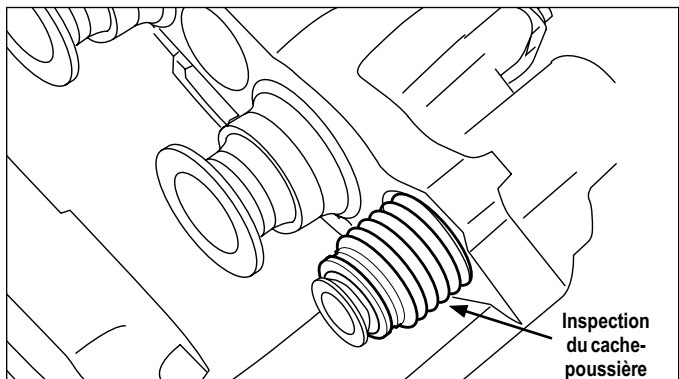
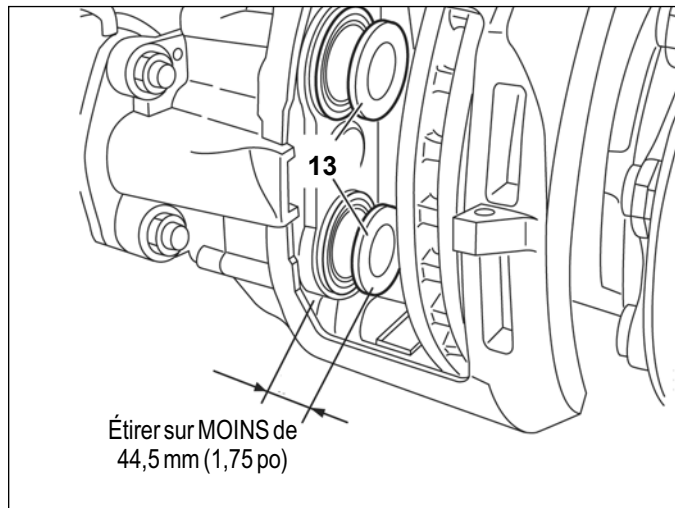

FIGURE 28 - INSPECTION DU CACHE-POUSSIÈRE DE LA TIGE DE GUIDAGE (CETTE ILLUSTRATION NE MONTRE PAS LE PLATEAU PORTEUR)
FIGURE 29 - EXTENSION PERMISE DU POUSSOIR
4.5.1 Cf. Figures 28 et 29. Avec la roue enlevée, déposer la barre de retenue de la garniture (11). Remplacer temporairement les garnitures par deux garnitures neuves (12). Fixer le support du comparateur à cadran magnétique au plateau porteur (2), côté roulement court de l'étrier (1). Utiliser le point de mesure de l'étrier (1) – consulter la référence de la Figure 29. Pousser l'étrier vers le plateau porteur (2) et régler le comparateur à cadran à zéro.
- 4.5.4 Cf. Figures 28 et 29. Alors que les garnitures sont enlevées, faire glisser manuellement le plateau porteur à sa position vers l'intérieur (Cf. Figure 28). Regarder à travers l'ouverture là où les garnitures sont installées (et également à partir d'en dessous) et inspecter le cache-poussière interne (9) de chaque tige de guidage. **RECHERCHER TOUT SIGNE DE DOMMAGES, COUPURES ET FISSURES.** Remplacer immédiatement les cache-poussière endommagés pour éviter que de la saleté ou de l'humidité ne nuise au déplacement des tiges de guidage (Cf. Section 5.4). Des tiges de guidage endommagées ou corrodées risquent de nuire au fonctionnement des freins.
ATTENTION : NE JAMAIS ÉTIRER LE POUSSOIR SUR PLUS DE 44,5 mm (1,75 po). Cf. Figure 29. Le poussoir perdra alors son engagement avec le mécanisme de synchronisation. Comme le mécanisme peut uniquement être réglé en usine, l'ensemble étrier/plateau porteur devra être remplacé dans ce cas.